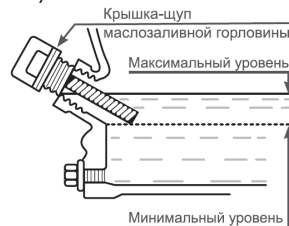

Рис. 8. Крышка-щуп маслозаливной горловины
2. Открутите крышку-щуп маслозаливной горловины и извлеките щуп (Рис. 8).
- Выкрутите крышку-щуп маслозаливной горловины и извлеките щуп (Рис. 8).